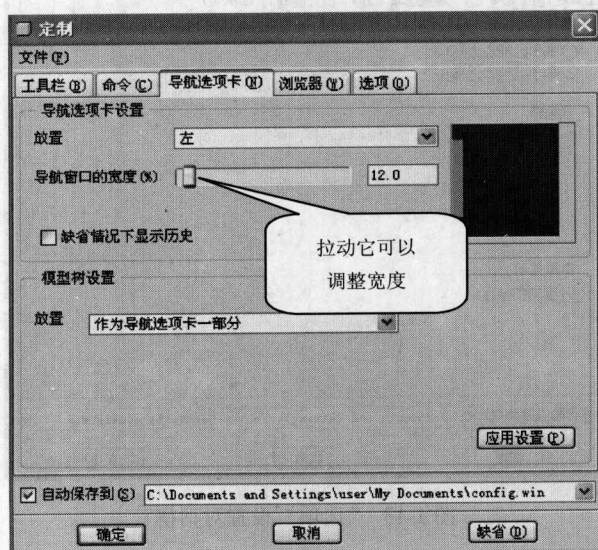

图 1-11 定制对话框
(3) 当选择“导航选项卡”时会出现如图 1-11 所示的窗口，在此中可以设置模型树的放置位置，如放置左右等。还可以设置它的宽度，通过拖动调节指针或直接输入数值来实现。如果设置好后想以后不会变更，在下面有保存栏，设置好后最好把它保存起来。